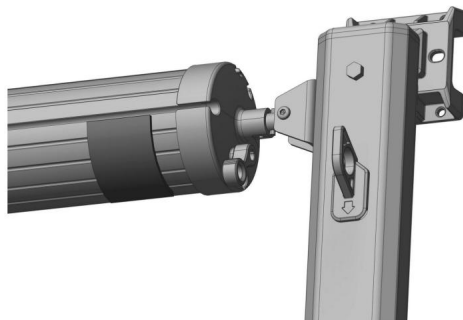

Figure E3
3. Le tissu des deux côtés du rouleau est plié de manière inégale et un côté ne peut pas être tendu : vérifiez si le tissu du store est endommagé ou déformé et remplacez le tissu du pare-soleil. Alternativement, un autocollant de réglage d'épaisseur appropriée peut être appliqué sur le bord du tube enroulé du côté qui ne peut pas être entièrement tendu (à fournir séparément), et la quantité du cercle de bâche peut être ajustée avec précision pour assurer un serrage uniforme des deux côtés. (Figure E3).